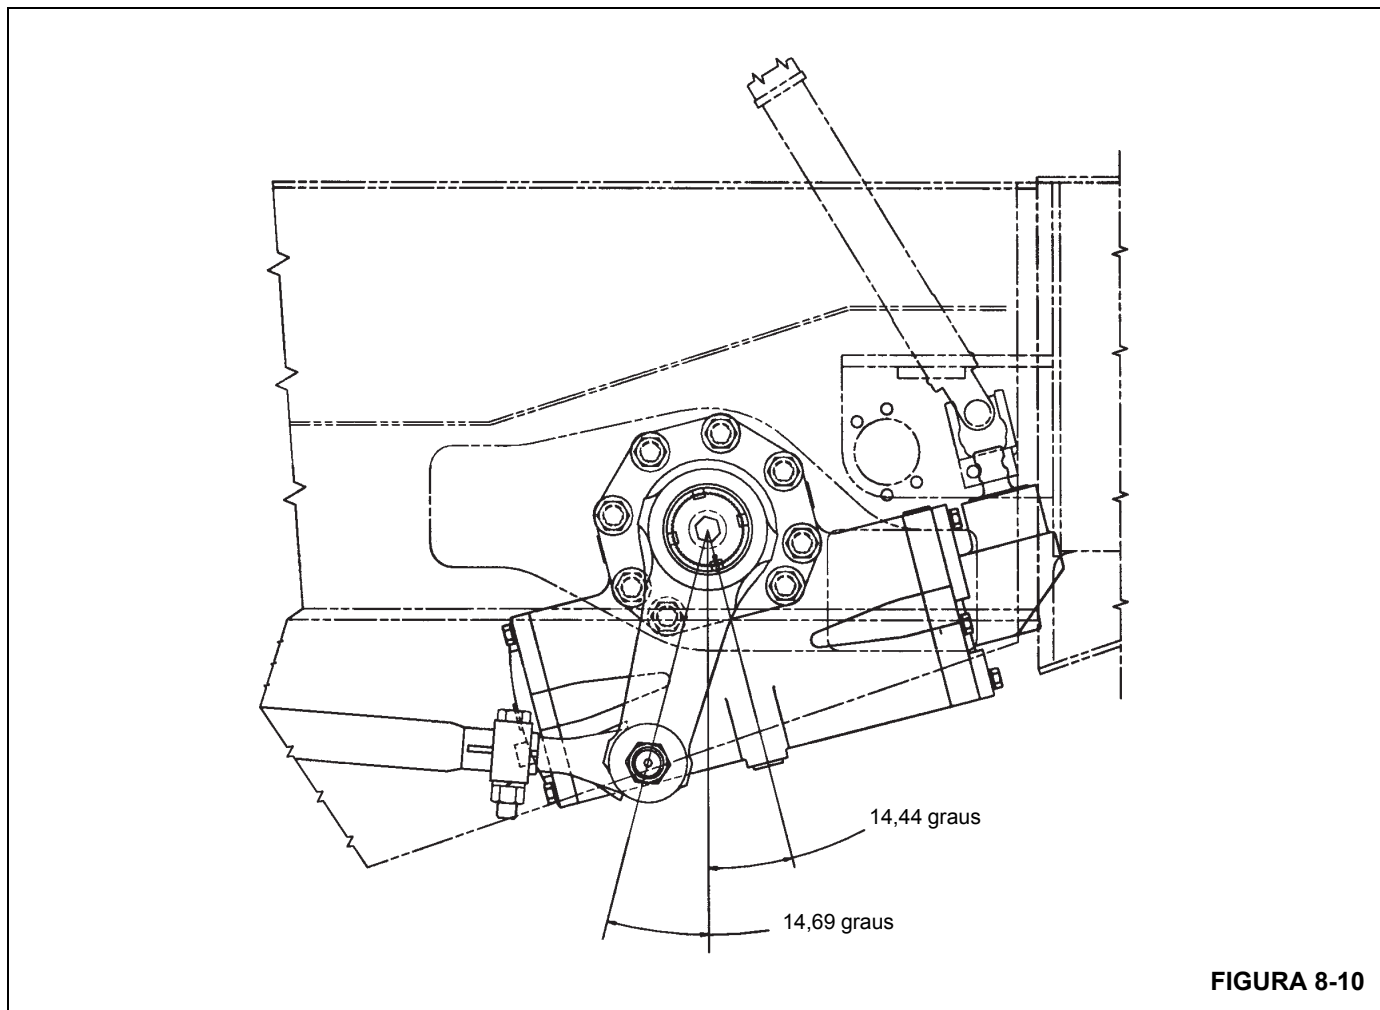

FIGURA 8-10
- NOTA:** O braço Pitman deve estar no ângulo mostrado na Figura 8-10. Se a posição variar mais do que 2 graus, verifique duas vezes o centro de deslocamento e alinhamento das marcas de sincronização.